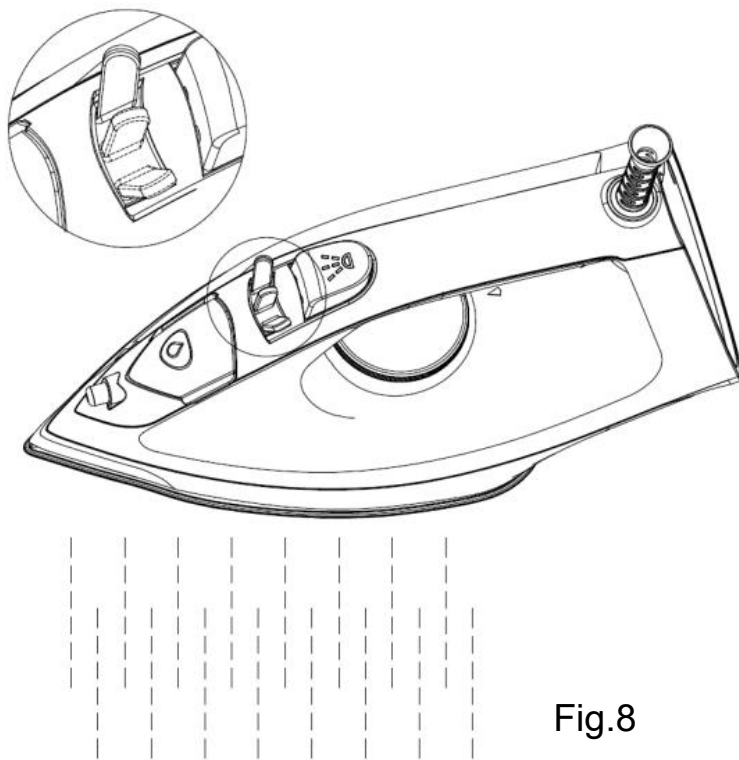

Fig.8
77. We moeten het apparaat regelmatig schoonmaken, afhankelijk van de waterhardheid en de gebruiksfrequentie . Om de Clean-functie te activeren, draait u de Steam-knop naar de Clean-instelling en houdt u deze vast (zie Afb. 8). Het apparaat gaat dan naar de Clean-modus. Het apparaat gaat naar de Steam-modus nadat u de Steam-knop loslaat.
- (13) nooit aan voordat deze is afgekoeld !
- (14) Om de zoolplaat glad te houden , moet worden voorkomen dat de zoolplaat in contact komt met metalen voorwerpen. Gebruik nooit een schuursponsje, azijn of andere chemicaliën om de zoolplaat schoon te maken.
23. Reinig de binnenkant van het apparaat regelmatig door de Clean-functie te activeren (zie Afb. 8).